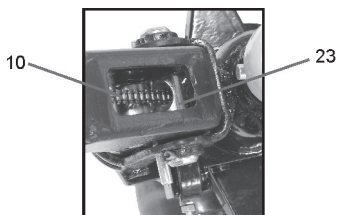

Fig. 4 – Cadena del cable
- b. Pase la cadena "10" del cable por el centro del eje (fig. 4).